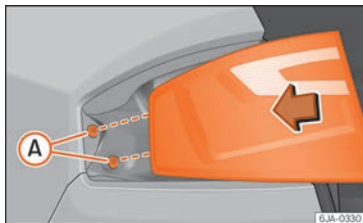

Fig. 102 Montar la unidad trasera.
- Presione de la unidad de luz trasera hacia atrás (dirección marcha del vehículo) encajando las fijaciones en los casquillos de goma » **fig. 102 A**.